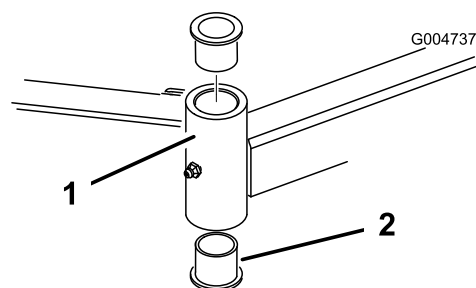

Figure 93
4. Insérez un chasse-goupille dans le haut ou le bas du tube de montage et chassez la bague hors du tube (Figure 93). Chassez ensuite l'autre bague. Nettoyez l'intérieur des tubes de montage.